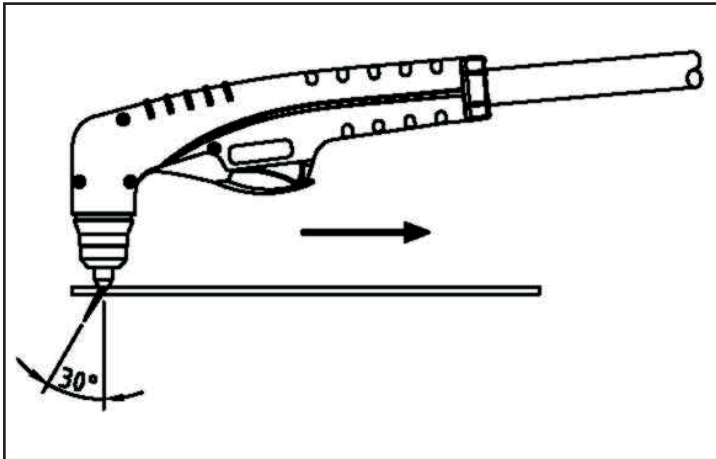

FIGURE 17
- Une fois amorcé, l'arc principal reste actif aussi longtemps que le commutateur de commande est maintenu appuyé, sauf si le chalumeau est écarté de la pièce ou que le mouvement du chalumeau est trop lent. Ne pas cesser de bouger pendant le coupage. Couper à une vitesse régulière sans pauses. Maintenir la vitesse de coupage de sorte que l'hystérésis de l'arc soit de 30° en arrière de la direction de parcours - FIG.17.